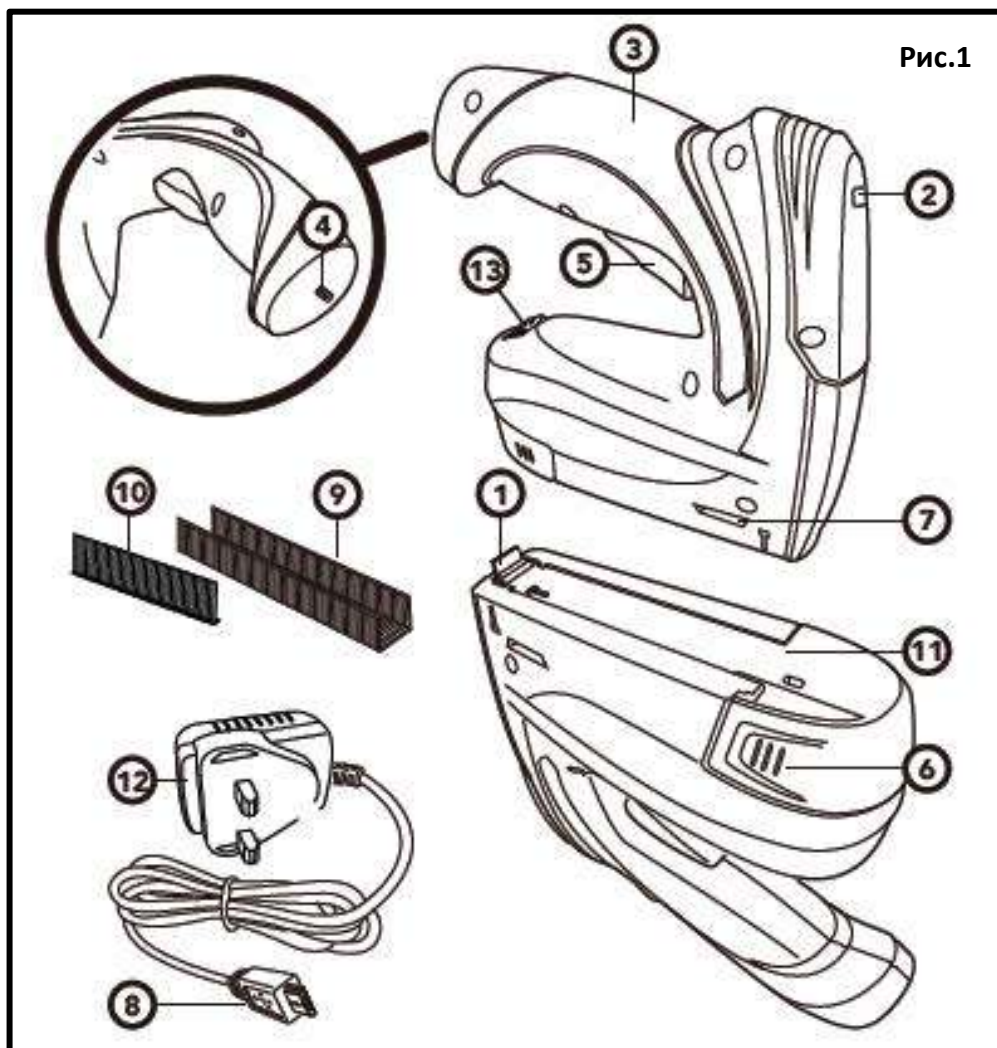

Рис.1
Подключите зарядное устройство (12) рис.1 к подходящей розетке и вставьте штекер зарядного устройства (8) в разъем для зарядного устройства (4) рис.3.
Во время зарядки индикатор уровня заряда батареи (2) рис.1 будет светиться красным. Когда индикатор уровня заряда батареи (2) станет зеленым, это будет означать, что батарея полностью заряжена.
Аккумуляторный степлер имеет индикатор уровня заряда батареи (2), расположенный на ручке (3) рис.1.
ПРИМЕЧАНИЕ! Индикатор уровня заряда батареи (2) светится только при нажатии кнопки пуска (5) рис.1.
Переверните инструмент, следя за тем, чтобы не коснуться кнопки пуска (5) рис.1.
Переверните инструмент, следя за тем, чтобы не коснуться кнопки пуска (5) рис.1. Нажмите на защёлки открытия магазина (6) в конце магазина (11) с обеих сторон и оттяните их назад до упора рис.1 и 5. Установите гвозди (10) в желобок магазина рис.5. **ВАЖНО!** Устанавливайте гвозди (10) только с той стороны, где присутствует изображение символа гвоздя рис.5.
ПРИМЕЧАНИЕ! Степлер работает при одновременном нажатии на головку степлера (1) и кнопку пуска (5) рис.6. Крепко удерживая степлер за ручку (3), разместите инструмент в желаемом положении и сильно надавите, чтобы нажать на головку степлера (1). Инструмент включен. Переведите выключатель питания (13) рис.1 в положение "ON" (ВКЛ.) Головка степлера (1) теперь нажата; надавите на кнопку пуска (5), чтобы обеспечить выдачу скобы или гвоздя. После выдачи скобы или гвоздя отпустите кнопку пуска (5) и отведите степлер от поверхности, чтобы освободить головку степлера (1).